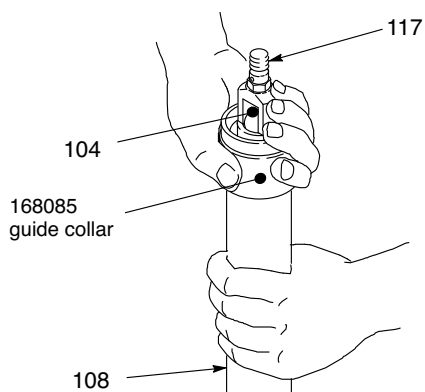

Рис. 15
24. Нанесите консистентную смазку на верхнюю часть внутренней поверхности поршневого цилиндра (108). Навинтите направляющую манжету, арт. № 168085, на поршневой цилиндр. Вставьте блок уплотнения в манжету/цилиндр. Снимите направляющую манжету (рис. 15).
1. Нанесите консистентную смазку на верхнюю часть внутренней поверхности поршневого цилиндра (108). Навинтите направляющую манжету на поршневой цилиндр. Вставьте блок уплотнения в манжету/цилиндр. См. Рис. 15. Извлеките направляющую манжету.